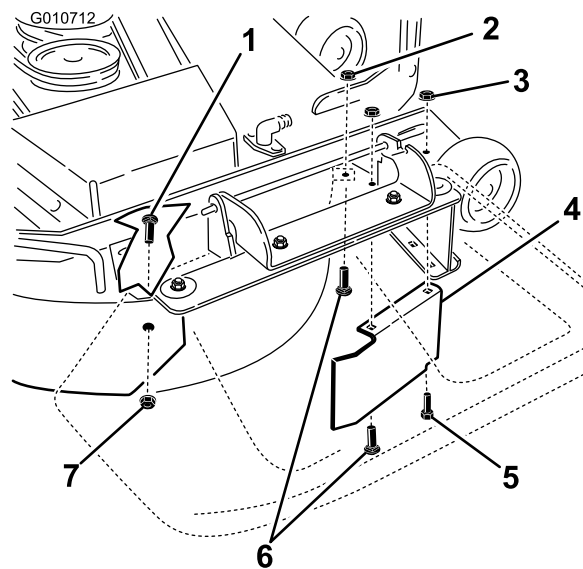

Figura 34
9. Remova o parafuso de carroçaria (5/16 pol. x 3/4 pol.) e porca de bloqueio (5/16 pol.) na parede lateral da plataforma do cortador que prende o abafador à plataforma (Figura 34).
10. Localize o resguardo do abafador na extremidade frontal da abertura de descarga lateral. Remova as fixações que prendem o resguardo do abafador e abafador direito à plataforma do cortador como se mostra na Figura 34. Remova o resguardo do abafador e guarde todas as fixações.
13. Instale as fixações previamente removidas nos furos frontais na placa de descarga e furo frontal na plataforma (Figura 34).